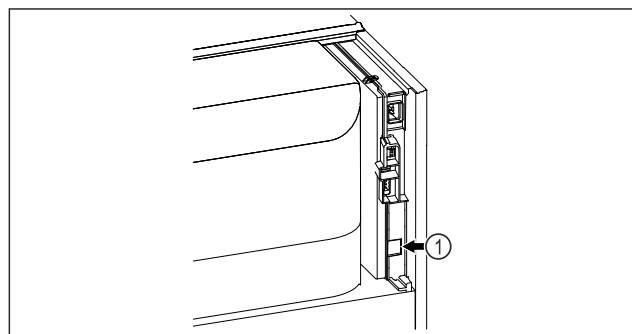

Fig. 129
- ☐ SmartModule Fig. 129 (1) er indsat.